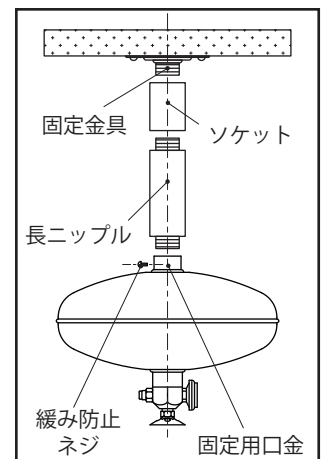

図 10
② 取付高さを調整する場合 (図 10)
- (1) 固定金具に、市販品のソケット (20A) と長ニップル (20A) を、垂直にねじ込んでください。
- (2) 長ニップル (20A) に固定用口金をねじ込み、確実に取り付けてください。
- (3) 長ニップル (20A) と固定用口金を緩み防止ネジ (M4×6) 1 本を使用して、確実に固定してください。